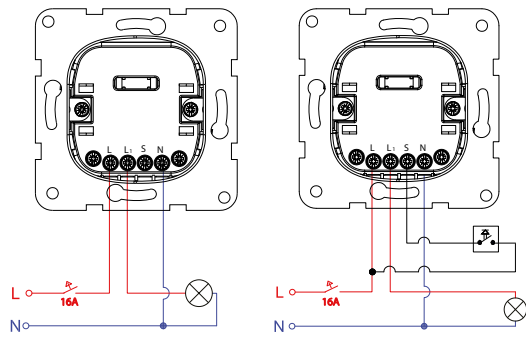

Abbildung 1: Normales Anschlussplan Abbildung 2: Anschlussplan mit Taster
• Figure 1 shows the standart operation connection diagram of the Motion Sensor.
Stellen Sie die Kabelverbindungen gemäß den Anschlussplänen entsprechend der Verwendung des Produkts her. Schließen Sie den Sicherungsautomat wie im Anschlussplan (Abbildung 1) gezeigt an den Eingang des Systems an. Schließen Sie die Phase an die Klemme L, den Ausgang der Beleuchtung an die Klemme L1 und den Nullleiter an die Klemme N an. Setzen Sie den Sockel (1) an die Wand und befestigen Sie den Sockel (1) an der Wand, indem Sie die Schrauben (4) mit einem geeigneten Schraubendreher festziehen. Setzen Sie den Rahmen (2) auf den Sockel (1). Stecken Sie die Laschen des Sensors (3) in die Aussparungen der unteren Klemme (4). Stellen Sie die Tasten zur Einstellung des Umgebungslichts und der Ausschaltverzögerung am Sensor auf die Mindestwerte ein. Schalten Sie den Schalter ON/AUTO/OFF Arbeitet er effizienter Bewegungssensor (3) auf Auto-Modus. Nach dem Einschalten wird der Sensor in Betrieb genommen. Danach kann die Einstellung mit den Einstellknöpfen erneut angepasst werden.
- Abbildung 1 zeigt das Anschlussschema des Bewegungssensors für den Normalbetrieb.